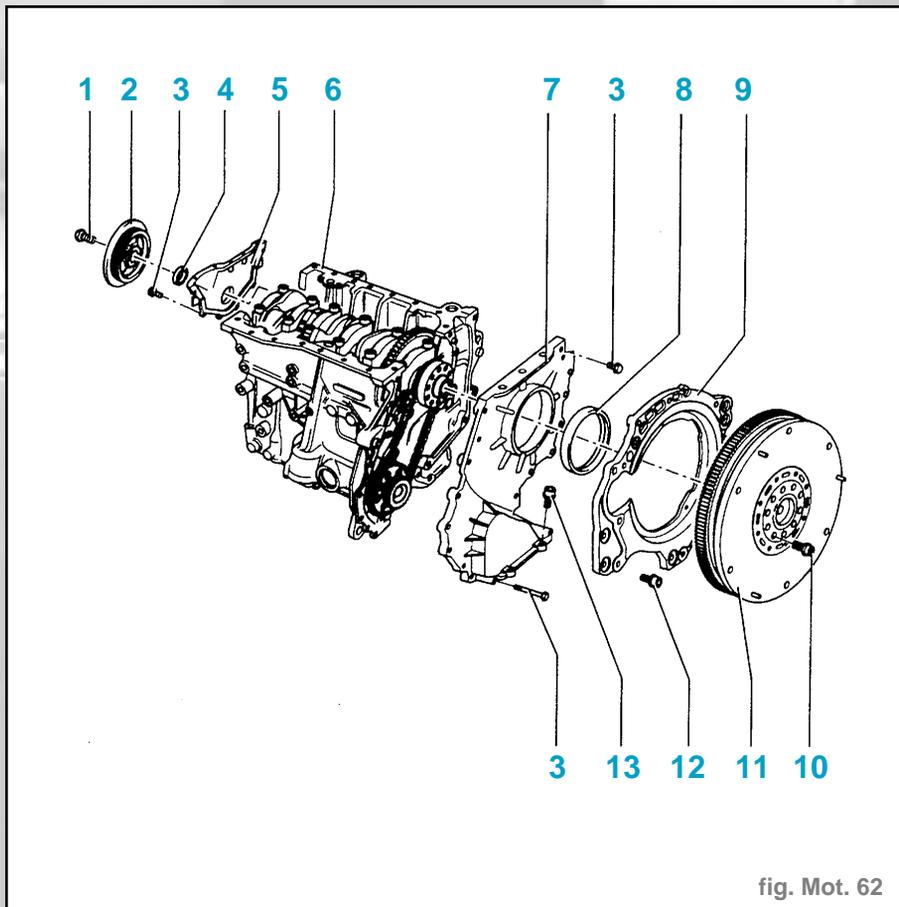

fig. Mot. 62
**FLASQUES D'ÉTANCHÉITÉ ET VOLANT-MOTEUR BIMASSE/DISQUE D'ENTRAÎNEMENT : DÉPOSE ET REPOSE** (fig. Mot. 62)